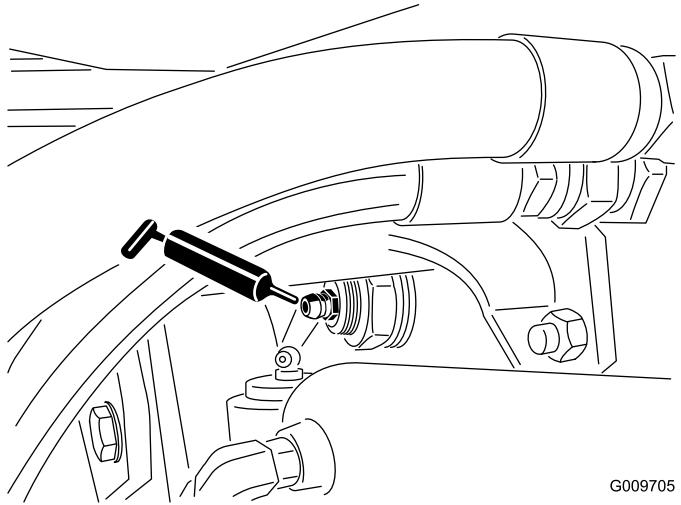

Figura 65
- Boccole orientabili (2) dell'assale posteriore (Figura 65)